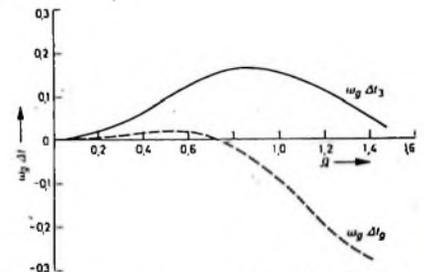

Bild 14. Laufzeitabweichung der Gegenkopplung ( $\omega_d t_3$ ) und der kompensierten Verstärkerstufe ( $\omega_d t_2$ )
Die Auswertung dieser Gleichung im Bild 14 zeigt den geforderten Anstieg bei  $\Omega < 1$ . Die gesamte Phasenlaufzeit bleibt unter dem Toleranzwert von Gl. (115). (Fortsetzung folgt)